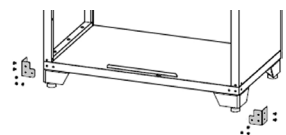

Figure 4.
5. Répétez avec les connecteurs de coin inférieurs 1 et 2 (n^{os} 10, 11) et les vis M4 x 10 (n^o 8) (fig. 4).